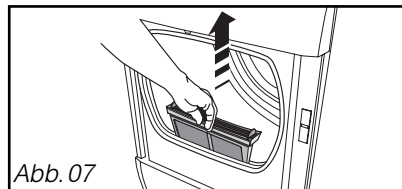

Abb. 07
- Ziehen Sie den Filter aus seinem Fach von unten nach oben heraus (Abb. 07).